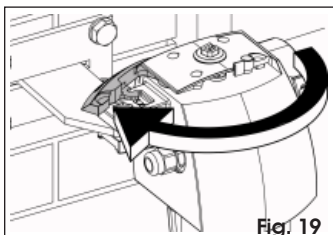

Fig. 19
4. Draai de ontgrendelingshendel tot hij niet verder kan (Fig. 19).